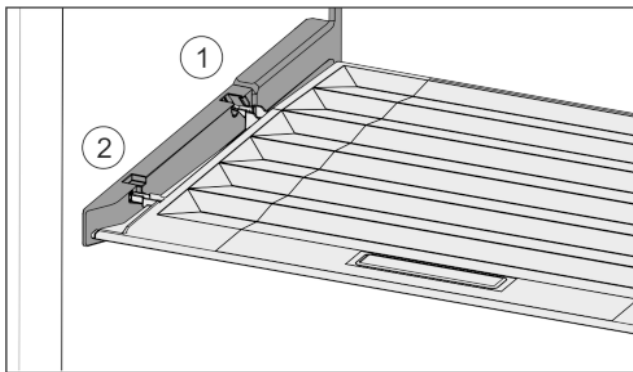

Fig. 33
- ▶ Juhtige kaane vahetoed tagumise hoidiku Fig. 33 (1) ava kaudu sisse ja fikseerige ees hoidikusse Fig. 33 (2).